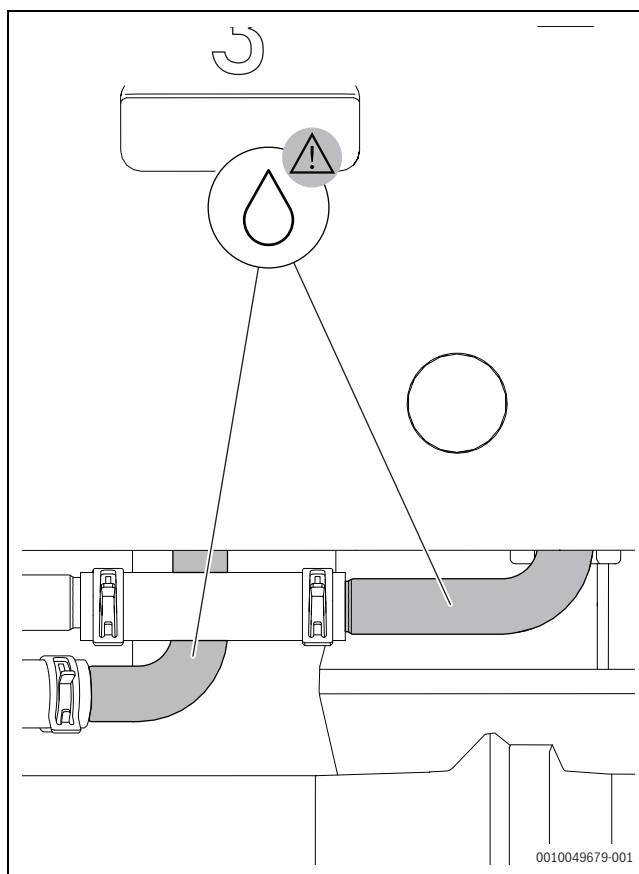

Bild 26 Rör som kräver isolering när kyl drift används under dagpunkten
- För att undvika värmeöverslag bör installatören isolera värmerörren (se → Bild 26 "Rör som kräver isolering när kyl drift används under dagpunkten").